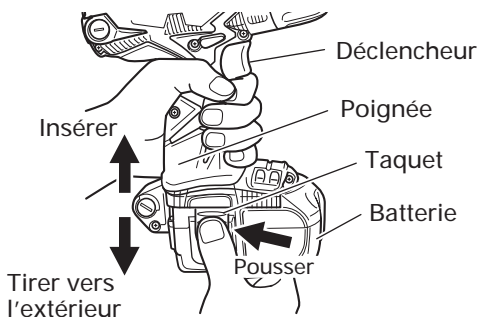

Fig. 3
Aligner la batterie sur la fente de la poignée de l'outil et la glisser à l'intérieur. Toujours insérer la batterie à fond, jusqu'à ce qu'elle se bloque avec un petit déclic. Sinon, elle risque de tomber accidentellement de l'outil et de blesser l'opérateur ou d'autres personnes alentour. (Fig. 3)
Sortir la batterie de la poignée de l'outil tout en appuyant sur les taquets (2) de chaque côté de la batterie. (Fig. 3)